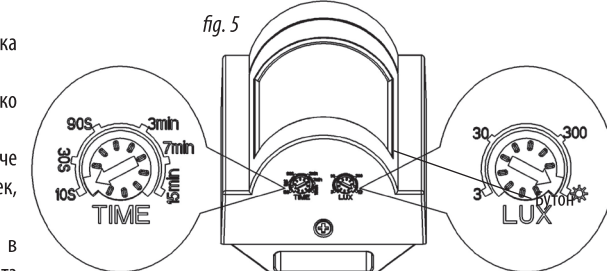

fig. 5
- Преди да включите електрозахранването завъртете регулатора „TIME“ обратно на часовниковата стрелка на минимум (10s). Завъртете регулатора LUX по часовниковата стрелка в положение „LUX“ (fig. 5).
- За да тествате чувствителността на сензора към външната осветеност, завъртете регулатора „LUX“ в посока обратна на часовниковата стрелка в минимално положение „3“ (fig. 5). Ако обкръжаващата осветеност е по-голяма от 3 lx, сензора ще изключи товара, дори при движение на човек в обхвата на действие на сензора. Ако обкръжаващата осветеност е по-малка от 3 lx, сензорът ще включи товара, когато засече движение на човек в контролираната от него зона. Ако в контролираната зона няма движение на човек, сензорът ще изключи свързания към него товар след 10 секунди ± 3 секунди
- To test the sensor's sensitivity to ambient lighting conditions, rotate the 'LUX' knob counterclockwise to the minimum position „3” (fig. 5). If the ambient light is greater than 3 lx, the sensor will turn off the connected load, even if there is human movement within the sensor's detection range. If the ambient light is less than 3 lx, the sensor will turn on the connected load when it detects human movement within the area controlled by it. If there is no human movement detected within the controlled area, the sensor will turn off the connected load after 10 seconds ± 3 seconds.